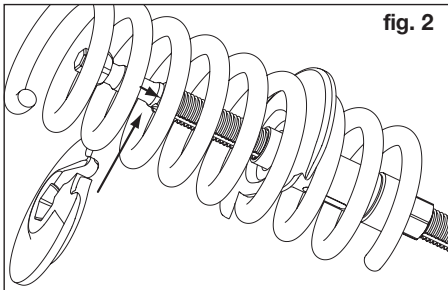

fig. 2
- Placez la coupelle supérieure ④ sur la broche (**figure 2**).